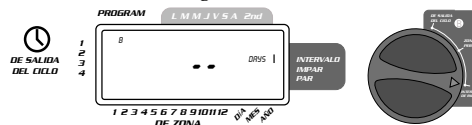

FIGURA 8: Pantalla LCD con intervalo de riego
- Haga girar el dial a **INTERVALO DE RIEGO**. El cursor parpadeará a la izquierda de la palabra **INTERVAL** [Vea la figura 8].